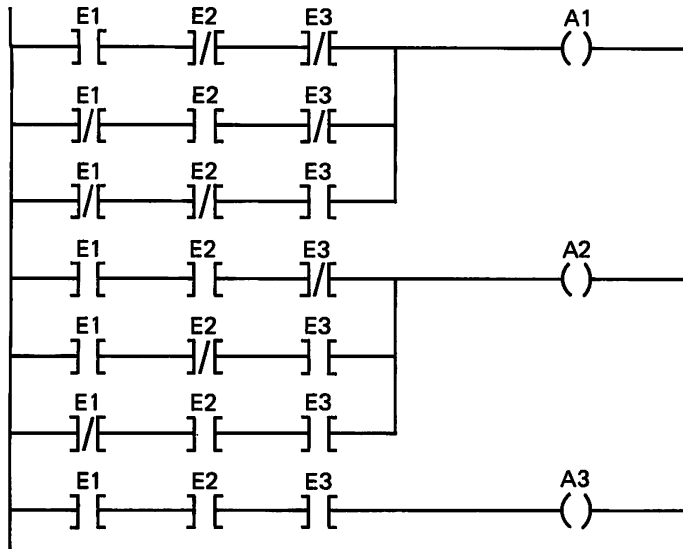

Bild F15.1
c) Das Bild F15.1 enthält den Kontaktplan.